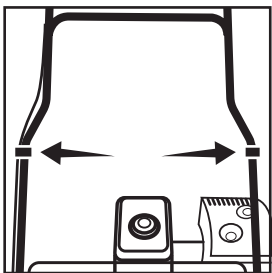

Рис. 6
3. Закрепите тросики на ручках при помощи крепежных пластиковых клипс (Рис. 6).